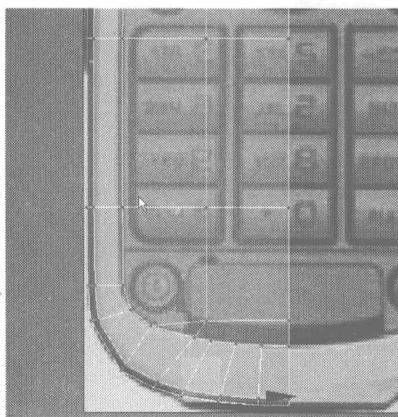

图 4.493
- 01** 首先调整键盘的底座物体，显示所有物体后，将手机的上盖部分隐藏，再切换为节点编辑，在 Front 视图中添加如图 4.493 所示的细分线。